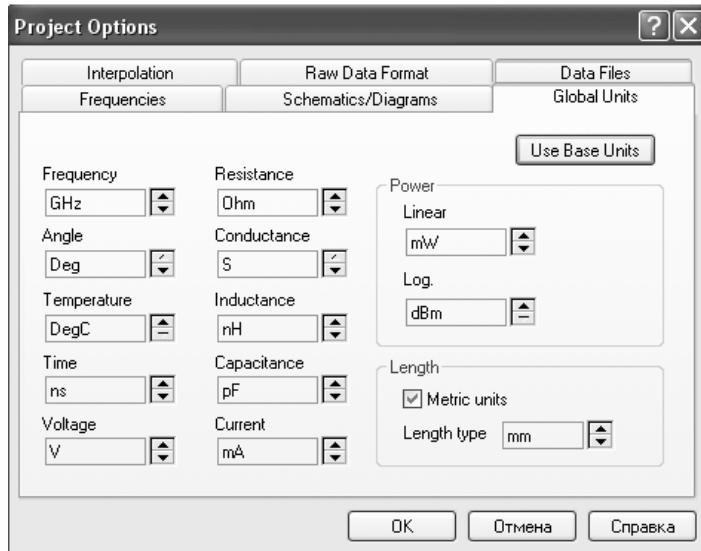

Рис. 2.3
- 2.2. В открывшемся окне опций проекта откройте вкладку **Global>Options** и определите глобальные единицы измерения, как показано на рис. 2.3.